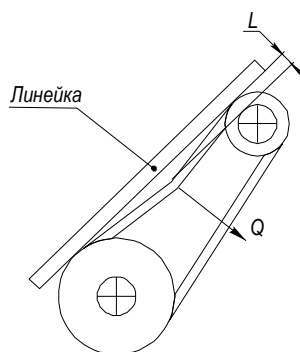

Рис. 5. Натяжение ремня
8.4. Периодически проверяйте натяжение приводного ремня. Неправильное натяжение вызывает его быстрый износ. Ремень считается правильно натянутым, если прогиб ремня между шкивами от усилия  $Q = 30 \text{ Н}$  составляет  $L = 12 \dots 15 \text{ мм}$  (рис.5).